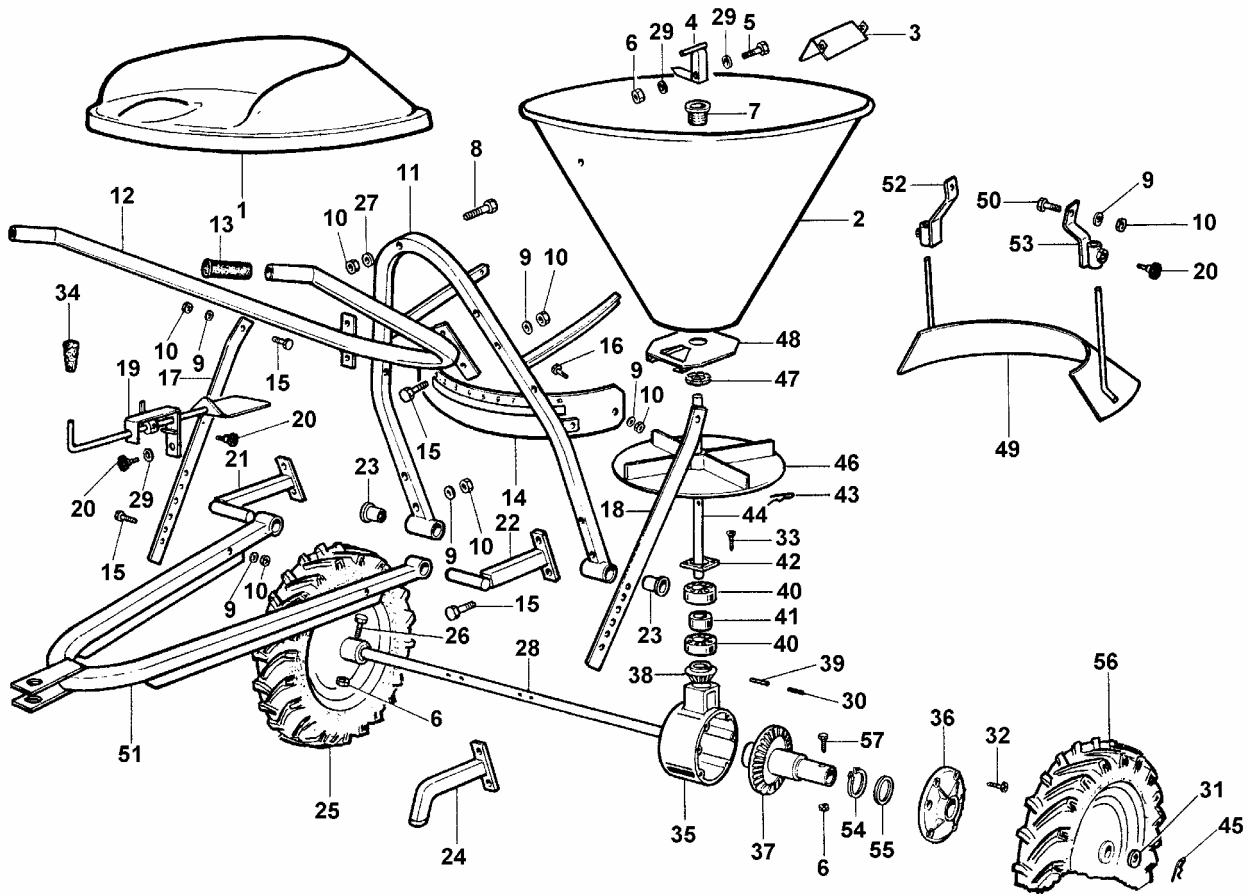

Fig.2
Tillvalsutrustning: tillvalet deflektorskärm (#49, fig. 2) är designad att minska spridningsbredden så att Baby-Hop kan användas för att sprida salt på trottoarer, uppfarter, etc.
Ta fram behållaren (se #2, fig. 2), den rörliga luckan (#48), den gängade bussningen (#7) och muttern (#47). Skjut den gängade bussningen (#7) genom behållarens (#2) bottenhål och fäst den rörliga luckan (#48) mot den med muttern (#47).
- Justera dragbommen (se #51, fig.2) så att spridartallriken (se #46, fig.2) är horisontell vid användning.
För att reglera spridningsmönstret, skjut (till höger eller vänster) spaken (**se #19, fig. 2**) som är placerad under behållaren och går igenom öppningen i tallriksskyddet (**se #14, fig. 2**). Detta flyttar spridningsmönstret från 180° vid läge 0 (i mitten), till antingen som mest 90° höger med spaken helt åt vänster eller som mest 90° vänster med spaken helt åt höger (**se fig. 4**).
För att reglera mängden material som ska spridas, med användning av samma spak som ovan (**#19, fig. 2**), skjut den in eller ut för att reglera storleken på öppningen i botten på behållaren. Använd skalan bredvid spaken för att uppskatta hur stor öppningen behöver vara. Exempel: om det är fastställt att lämplig öppning är läge #6, lossa vredet (**se #20, fig. 2**) så att spärplattan kan skjutas. Tryck in spaken tills hålet är helt stängt och flytta spärplattan till läge #6 och dra fast vredet. För att sprida, dra tillbaka spaken tills den stannar i läge #6.
För att reglera **spridningsbredden** är markhastigheten den mest inverkanfaktorn, ju högre markhastighet ju längre slungas materialet. Det finns en bakre deflektor (**se #49, fig. 2**) som tillval för ytterligare reglering. Flytta deflektorn upp eller ned för att ändra spridningsavståndet. Ju högre upp deflektorn är ju längre bort blir spridningsbredden, ju lägre desto kortare färdas materialet.